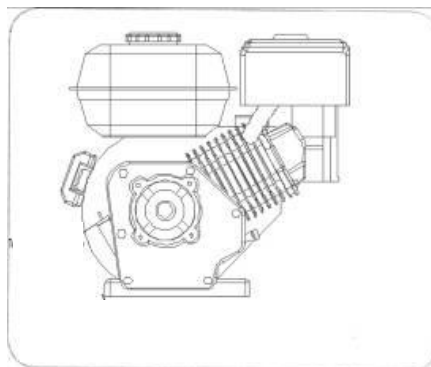

Рисунок 32
2. Выкрутите масляный щуп из маслосливной горловины и протрите его начисто (рис.32).
2. Очистите зону вокруг пробки для слива масла, см. рис. 32.